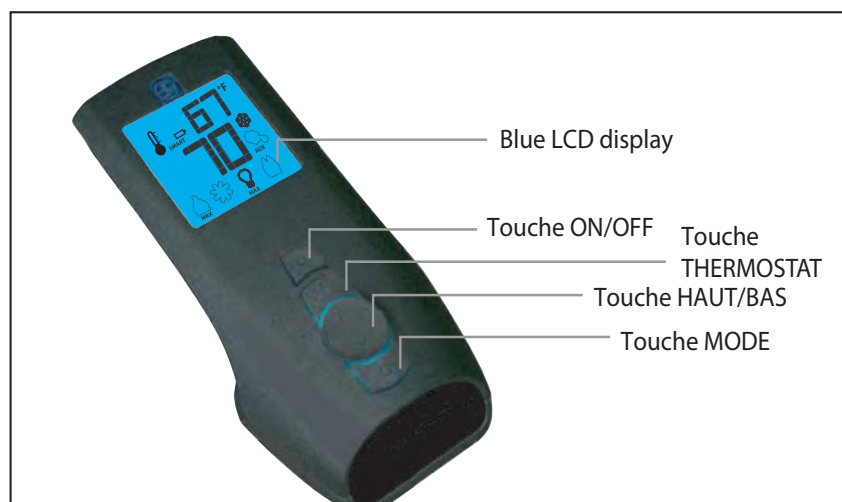
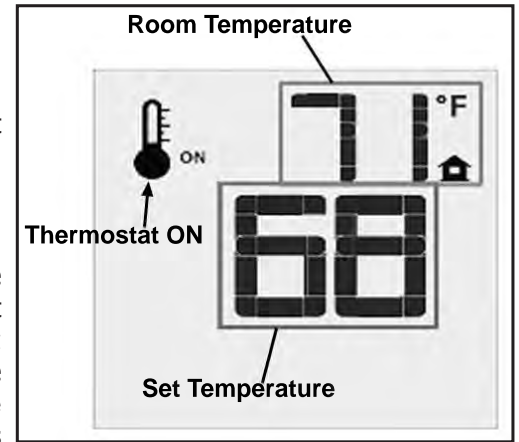
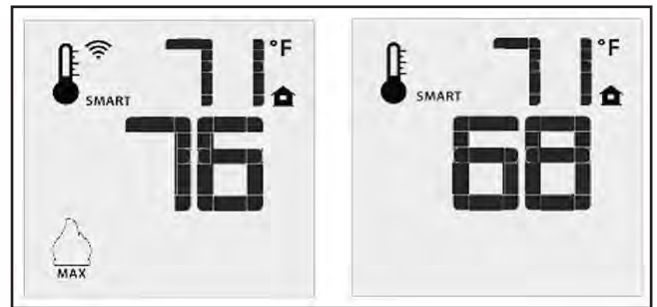

Figure 4: Émetteur Proflame 2.
Figure 9: La télécommande montre la température programmée.
Figure 10: La fonction « thermostat intelligent » (SMART Thermostat).
Pour accéder à l'obturateur d'air déposer le bouclier d'admission et de l'écran sécurité. Il y a un levier sous la boîte à feu près de la vanne de gaz comme illustré à la figure 4. Déplacer le levier vers la droite pour fermer le mélange d'air avec le gaz et rendra la flamme apparaissent plus jaune et haut. Déplacer le levier vers la gauche va ouvrir le volet permettant plus d'air d'être mélangé avec le gaz entrant; cela rendra les flammes apparaissent plus bleu et court.
L'émetteur Proflame 2 est une télécommande munie d'un écran ACL rétro-éclairé bleu. Il a une conception rationalisée avec une disposition de boutons simplifiée et un affichage informatif ACL (Figure 4). L'émetteur est alimenté par trois (3) piles type AAA. Un bouton « mode » sert à changer entre les options et un bouton « thermostat » est utilisé pour allumer ou fermer, ou voir l'index des options pour le thermostat (Figures 4 & 5).
Appuyez la touche marche-arrêt sur l'émetteur. L'écran ACL montrera la température ambiante de la salle et l'icône du thermostat (voir la Figure 9). Un seul bip de l'IFC confirme la réception de la commande et la veilleuse et le brûleur principal se fermeront (si l'appareil n'est pas réglé au mode CPI).
La télécommande peut fonctionner comme un thermostat ambiant. Le thermostat peut être réglé à la température désirée pour contrôler le confort dans la salle. Pour activer cette fonction, appuyez sur la touche « Thermostat » (voir la Figure 4). L'écran ACL de l'émetteur changera pour montrer que le thermostat ambiant est allumé et la température programmée est montrée sur l'écran (voir la Figure 9). Pour ajuster la température, appuyez sur les flèches vers le haut ou le bas pour programmer votre température désirée.
Le mode « Thermostat intelligent » ajuste la hauteur des flammes en calculant la différence entre la température programmée et la température ambiante actuelle. Si la température ambiante approche la température programmée, la fonction intelligente baissera le niveau des flammes. Pour activer cette fonction, appuyez sur la touche « thermostat » (Figure 4) jusqu'à ce que vous voyiez le mot « SMART » à la droite de l'icône de thermostat (Figure 10). Pour ajuster la température programmée, utilisez les flèches pour trouver votre température idéale.